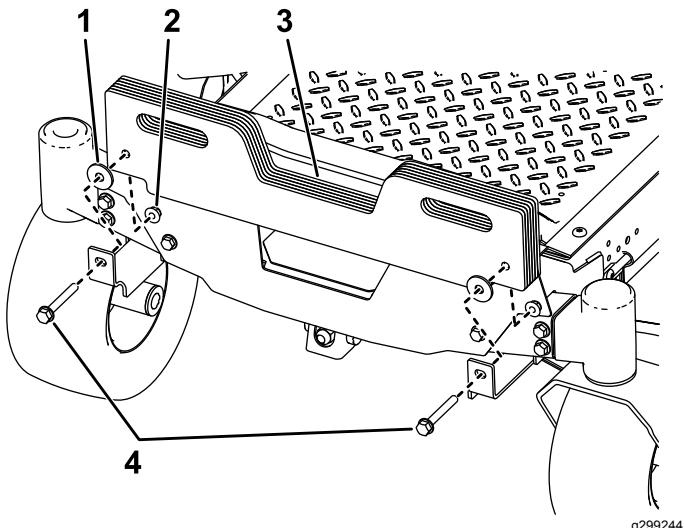

Figura 4
2. Instale os pesos em forma de mala nos suportes de montagem do peso utilizando dois parafusos de carroçaria (5/8 pol. x 2 3/4 pol.), duas anilhas e duas porcas de bloqueio (3/8 pol.) como se mostra na Figura 4.